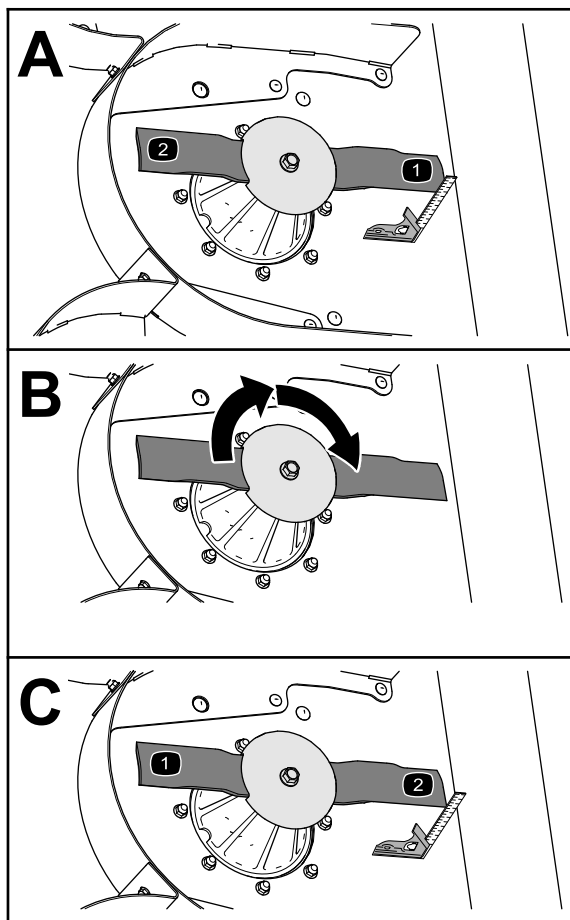

Рисунок 72
3. Используйте комбинированный угольник, чтобы измерить расстояние между чистой зоной деки и концом режущей кромки (Рисунок 72).
4. Переверните нож на 180 (Рисунок 72).
5. Измерьте расстояние между чистой зоной деки и концом режущей кромки (Рисунок 72).